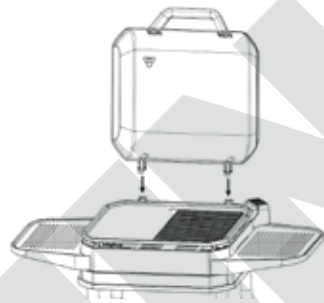

Fig. 12
15. Collegare il termostato a spina alla presa della piastra di cottura (Fig. 12). Attenzione: per prima cosa inserire sempre il termostato a spina nella presa dell'apparecchio e soltanto dopo collegare la spina di alimentazione a una presa elettrica!